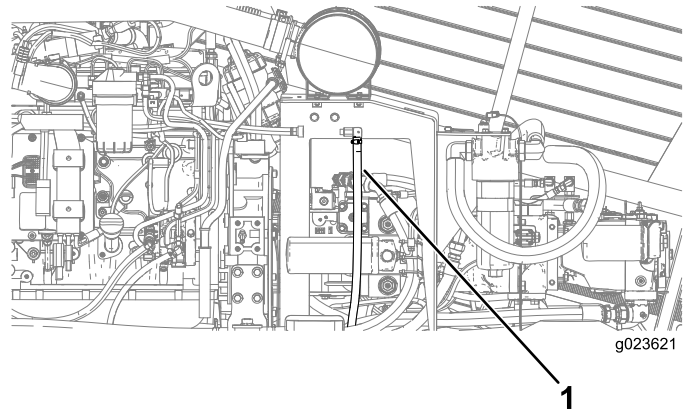

Bild 83
3. Ziehen Sie das Entlüftungsrohr des Kurbelgehäuses vorsichtig nach außen (Bild 83).
4. Reinigen Sie das Ende des Entlüftungsrohrs des Kurbelgehäuses (Bild 83).